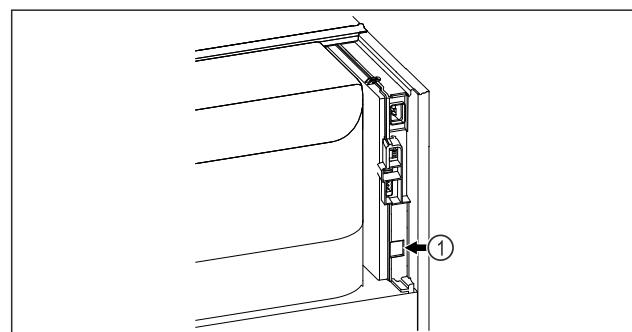

Fig. 47
- SmartModule Fig. 47 (1) je nasadený.